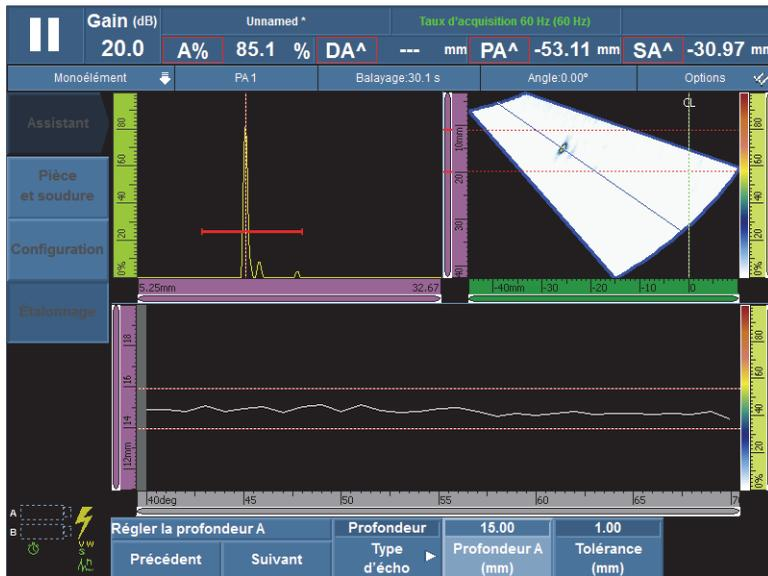

Figure 5-11 Création de l'enveloppe du premier angle/VPA
- a) Déplacez la sonde au-dessus du réflecteur de référence pour créer l'enveloppe (voir la Figure 5-11 à la page 144).